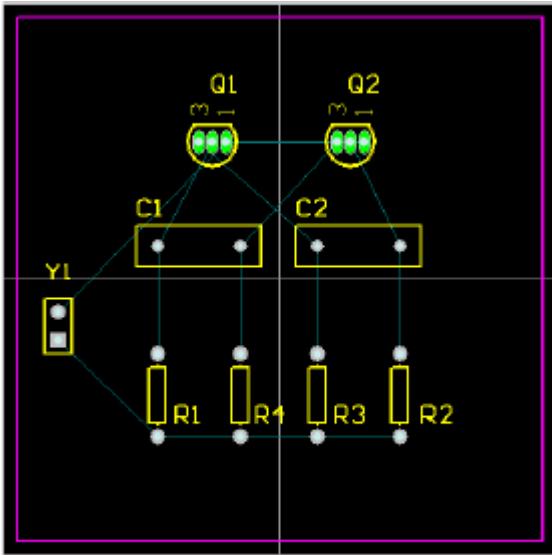

Figure 5. Components placed on the PCB
6、参照Figure 5所示放置其余的元件。当你拖动元件时，如有必要，使用SPACEBAR键来放置元件，这样飞线就如Figure 5所示。